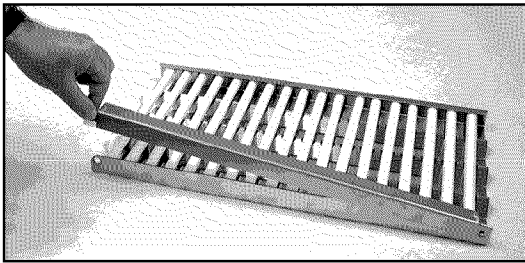

FIG. 24
4. Lock radiant end cap (Fig. 24).